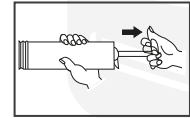

рис. 1
- заполнить емкость смазкой вручную, предварительно вытянув шток (рис.1) или погрузить открытый торец корпуса изделия в контейнер со смазкой и затем, придерживая фиксатор вытянуть шток толкателя;
- вытянуть шток толкателя до упора, придерживая фиксатор (рис.1);